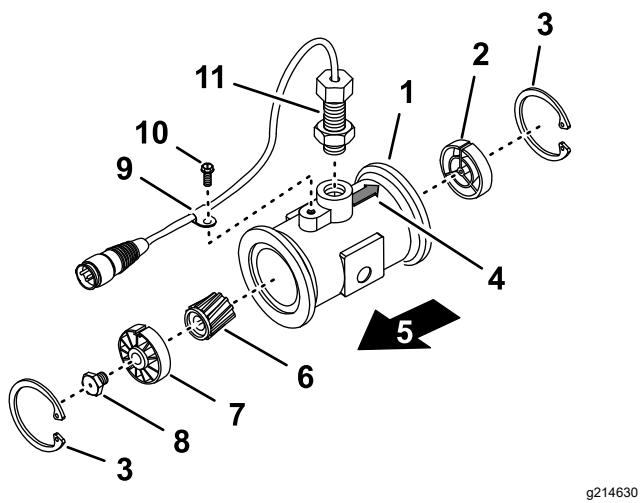

Figura 109
3. Retire o anel de retenção do lado superior (Figura 109).